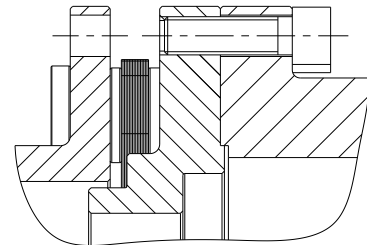

Bild 12
- Das Zwischenstück an die Kupplungsnapen mit den Zylinderschrauben handfest verschrauben (siehe Bild 12).